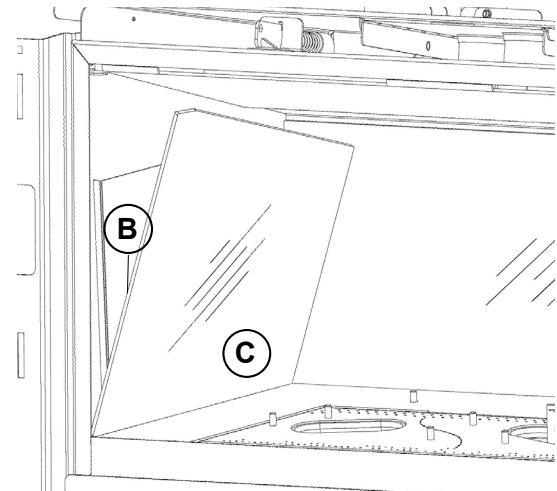

Figure 7.11. Installation du panneau vitré.
- Jeu vitré seulement (fig. 7.11)